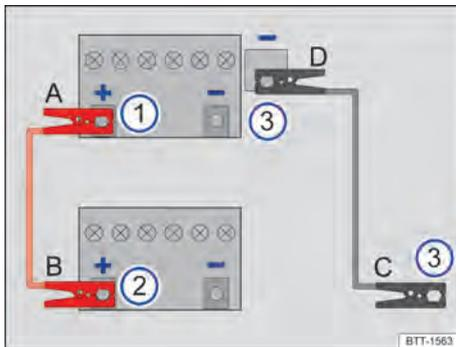

Fig. 162 Esquema para conexão dos cabos auxiliares de partida.
Conectar o cabo auxiliar de partida somente na sequência A – B – C – D → Fig. 162.
- Conectar uma extremidade do cabo auxiliar de partida *vermelho A* no polo positivo + da bateria do veículo com a bateria do veículo 12 V descarregada → Fig. 162 ① → Página 234.
- Conectar a outra extremidade do cabo auxiliar de partida *vermelho B* ao polo positivo (+) do veículo fornecedor de corrente elétrica → Fig. 162 ②.
- Conectar uma extremidade do cabo auxiliar de partida *preto C*, de preferência, em um ponto de auxílio da partida (ponto de aterramento), ou então, em uma peça metálica maciça firmemente aparafusada com o bloco do motor ou no próprio bloco do motor do veículo que gera corrente → Fig. 162 ③.
- Conectar a outra extremidade do cabo auxiliar de partida *preto D* do veículo híbrido com a bateria 12 V do veículo descarregada, de preferência, em um ponto de auxílio da partida (ponto de aterramento), ou então, em uma peça maciça de metal parafusada firmemente com o bloco do motor ou no próprio bloco do motor → Fig. 162 ③ → Página 234.
- Desconectar o cabo auxiliar de partida com o motor em funcionamento somente na sequência **D – C – B – A** → Fig. 162.